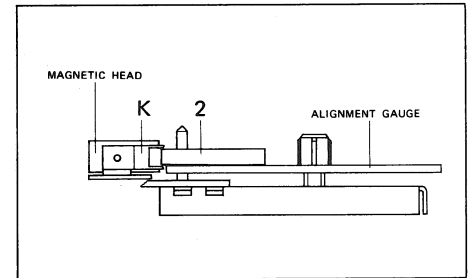

Fig. 3.8
- Die Höhe der Magnettonköpfe ist mit Schraube [J] so einzustellen, dass bei eingelegerter Lehre Schieber [2], ohne seitlich zu streifen durch die Bandführung [K] (rechts des Wiedergabekopfes) geschoben werden kann (Fig. 3.8).
- Die Kopfbühne ist mit Schraube [J] (Fig. 3.8) so einzustellen, dass der Wiedergabekopf auf Spalthöhe rechtwinklig zu der Kopfträgerlehre steht. (Dies kann mit Schieber [2] kontrolliert werden. Wenn die angefräste Seite gegen den Wiedergabekopf zeigt, muss der Luftspalt zwischen Kopf und Schieber parallel verlaufen.)
- With the gauge inserted, the azimuth of the soundheads is to be adjusted with screw [J] in such a manner that slide [2] can be pushed through the tape guide [K] (to the right of the reproduce head) without touching the sides (Fig. 3.8).
- Ajustez la hauteur des têtes magnétiques de façon à ce que le curseur [2] du gabarit puisse passer à travers le guide de bande [K] (à droite de la tête de lecture) sans frotter sur le côté (fig. 3.8).